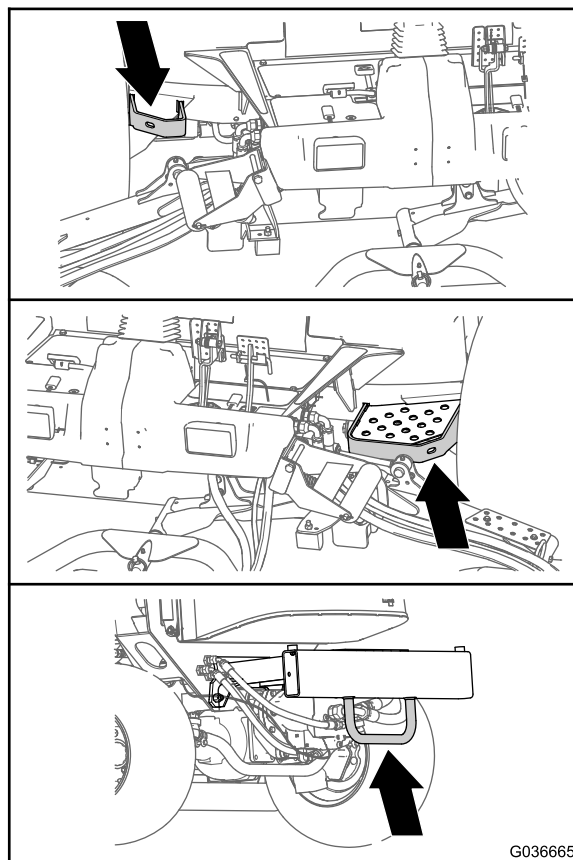

Figure 39
- De chaque côté du cadre près de la plateforme de conduite (Figure 39)
- Sur le pare-chocs arrière (Figure 39)